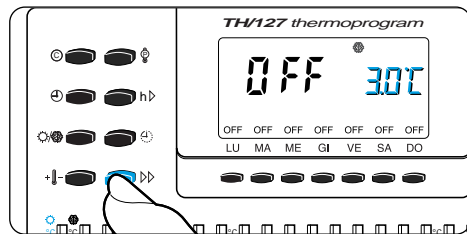

Fig. 34
10.3 - Premere il pulsante  (fig. 34) sino ad ottenere il valore della temperatura desiderato tra 1 e 9 °C e OFF.